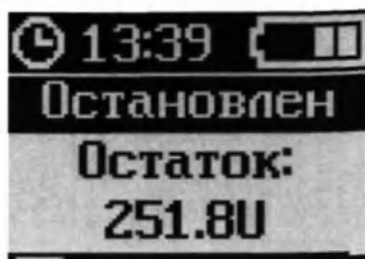

Рисунок 58 – Экран режима «ОСТАНОВЛЕН»
2. Убедиться, что помпа находится в режиме «ОСТАНОВЛЕН» (рисунок 58).